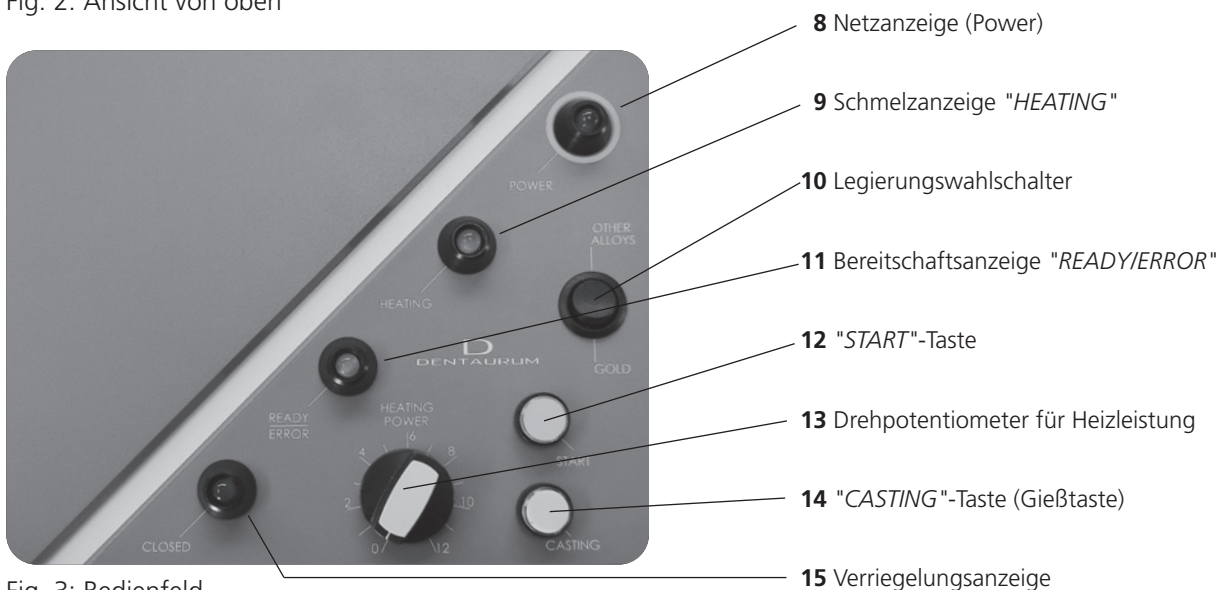

Fig. 3: Bedienfeld
- Die Induktionsspule (Fig. 4, Pos. 18) als Wärmequelle befindet sich im unteren Bereich der Kammer und wird nach Positionieren des Schleuderarmes durch Drücken der „START“-Taste (Fig. 3, Pos. 12) hochgefahren.
- Der Schmelzprozess wird durch Drücken der „CASTING“-Taste (Fig. 3, Pos. 14) abgeschlossen.